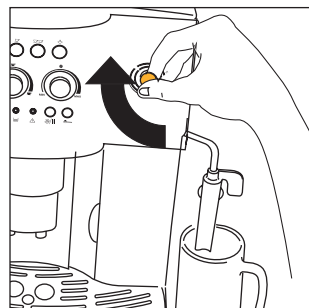
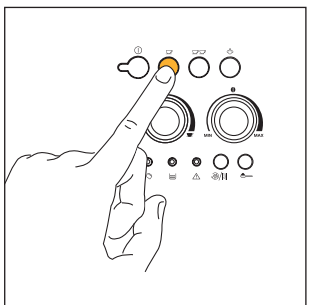
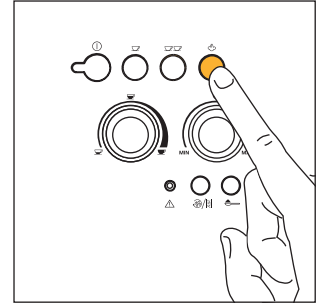
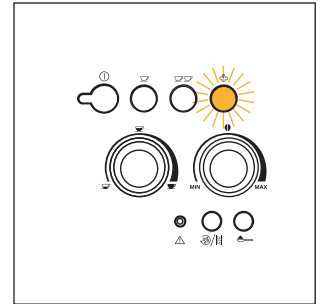

Fig.6
Fig. 12
Fig.21
Fig.22
4. Na enkele seconden komt water uit het cappuccinomondstuk. Wanneer ongeveer 30cc water in het kopje is gelopen, draai de stoomknop een halve toer in wijzerzin (fig. 6), om de waterafgifte te onderbreken.
- 5) Druk op de knop  (fig. 12) indien u een kopje koffië wilt zetten of op de knop  (fig. 13) om 2 kopjes koffië te zetten. *(Het apparaat maalt de koffiebonen, voert een korte voorinfusie uit, pauzeert even en gaat verder met de afgifte. Wanneer de gewenste hoeveelheid koffië werd bekomen, wordt de afgifte automatisch stopgezet en wordt het samengeperst koffiedik afgevoerd in het bakje voor koffiedik).*
**OPMERKING 4:** Terwijl het apparaat koffie zet, kan de afgifte op om het even wel moment worden onderbroken door te drukken op de eerder geselecteerde knop  (fig. 12) of  (fig. 13).
**OPMERKING 5:** Net na de koffieafgifte en indien men de hoeveelheid koffie wilt verhogen, volstaat het de eerder geselecteerde knop  (fig. 12) of  (fig. 13) ingedrukt te houden tot de gewenste hoeveelheid is bekomen (dit moet gebeuren binnen 3 seconden na de koffieafgifte).
- Om de afgifte van warm water te onderbreken, draai de knop volledig in wijzerzin (fig. 6) en breng het cappuccinomondstuk in zijn oorspronkelijke stand naar het midden van het apparaat toe. (Het is raadzaam niet langer dan 2 minuten warm water af te geven).
- Druk op de stoomknop ☹ (fig. 21). Het controlelampje van de stoom (fig. 22) begint te knipperen om aan te geven dat het apparaat aan het voorverwarmen is.
- Wanneer de gewenste temperatuur wordt bekomen, wordt de stoomafgifte onderbroken door de stoomknop volledig in wijzerzin te draaien (fig. 6) en op de stoomknop ☹ gedrukt (fig. 21) om de stoomfunctie uit te schakelen.
**OPMERKING 1:** wanneer onmiddellijk na het bereiden van de cappuccino en het uitschakelen van de stoomfunctie door te drukken op de stoomknop ☹ (fig. 21) op ☹ de knop ☹☹☹ (fig. 12) of (fig. 13) wordt gedrukt om opnieuw koffie te zetten, is de temperatuur van het apparaat te hoog (de groene controlelampjes ☹ en ☹☹☹ knipperen om aan te geven dat de temperatuur niet geschikt is) en moet een tiental minuten worden gewacht, tot het apparaat wat afgekoeld is.